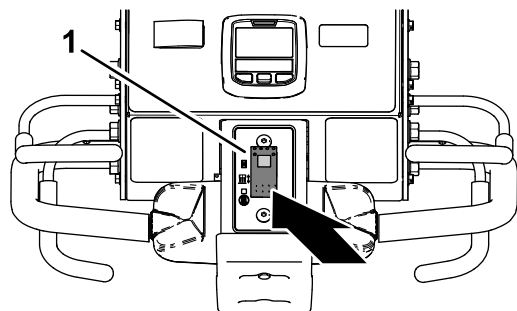

図 93
1. 降下コントロールスイッチ 図 93の下部を押して 遅延なし降下位置にする。